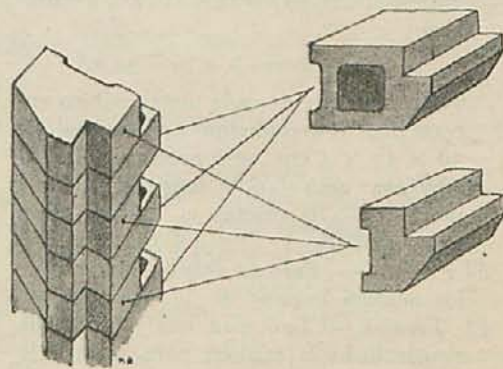

Fig. 6
*El Técnico.*—Aquí lo tiene todo detallado (fig. 6), y torpe ha de ser el albañil que no pueda hacer la obra con los dibujos delante.